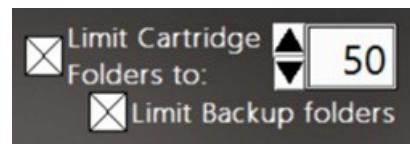

Abbildung 32: Steuerelemente „Limit Cartridge Data & Backup Folders“ (Kartuschendaten und Backup-Ordner begrenzen)
**Hinweis:** Wenn das Gerät so konfiguriert ist, dass die Daten an einem Speicherort auf der internen Festplatte (C:\) gesichert werden, wird eine zweite Option namens „Limit Backup folders“ (Backup-Ordner begrenzen) angezeigt. Durch Aktivieren dieses Kontrollkästchens wird die Anzahl der Ordner im Backup-Ordner des Laufwerks C begrenzt (Abbildung 32).